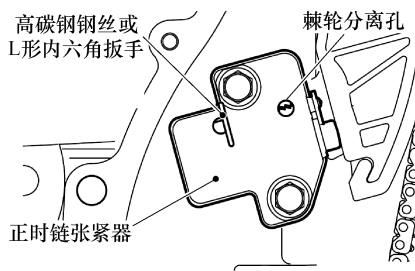

图 4-81 拆卸正时链张紧器
5) 压缩正时链张紧器的柱塞, 然后插入高碳钢丝(如钢琴丝)或L形六角扳手(1.5mm)以固定正时链张紧器的柱塞, 如图4-81所示。